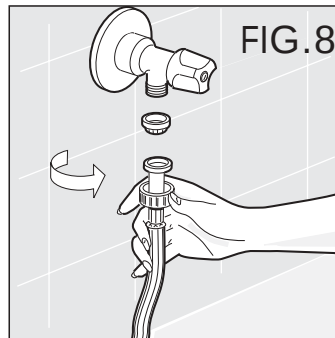

FIG.8
N.B. Quand le lavage est terminé, il est opportun, en ayant bien essuyé les mains, de débrancher la machine du réseau électrique (Fig. 8) et de fermer le robinet de l'eau (Fig. 9).